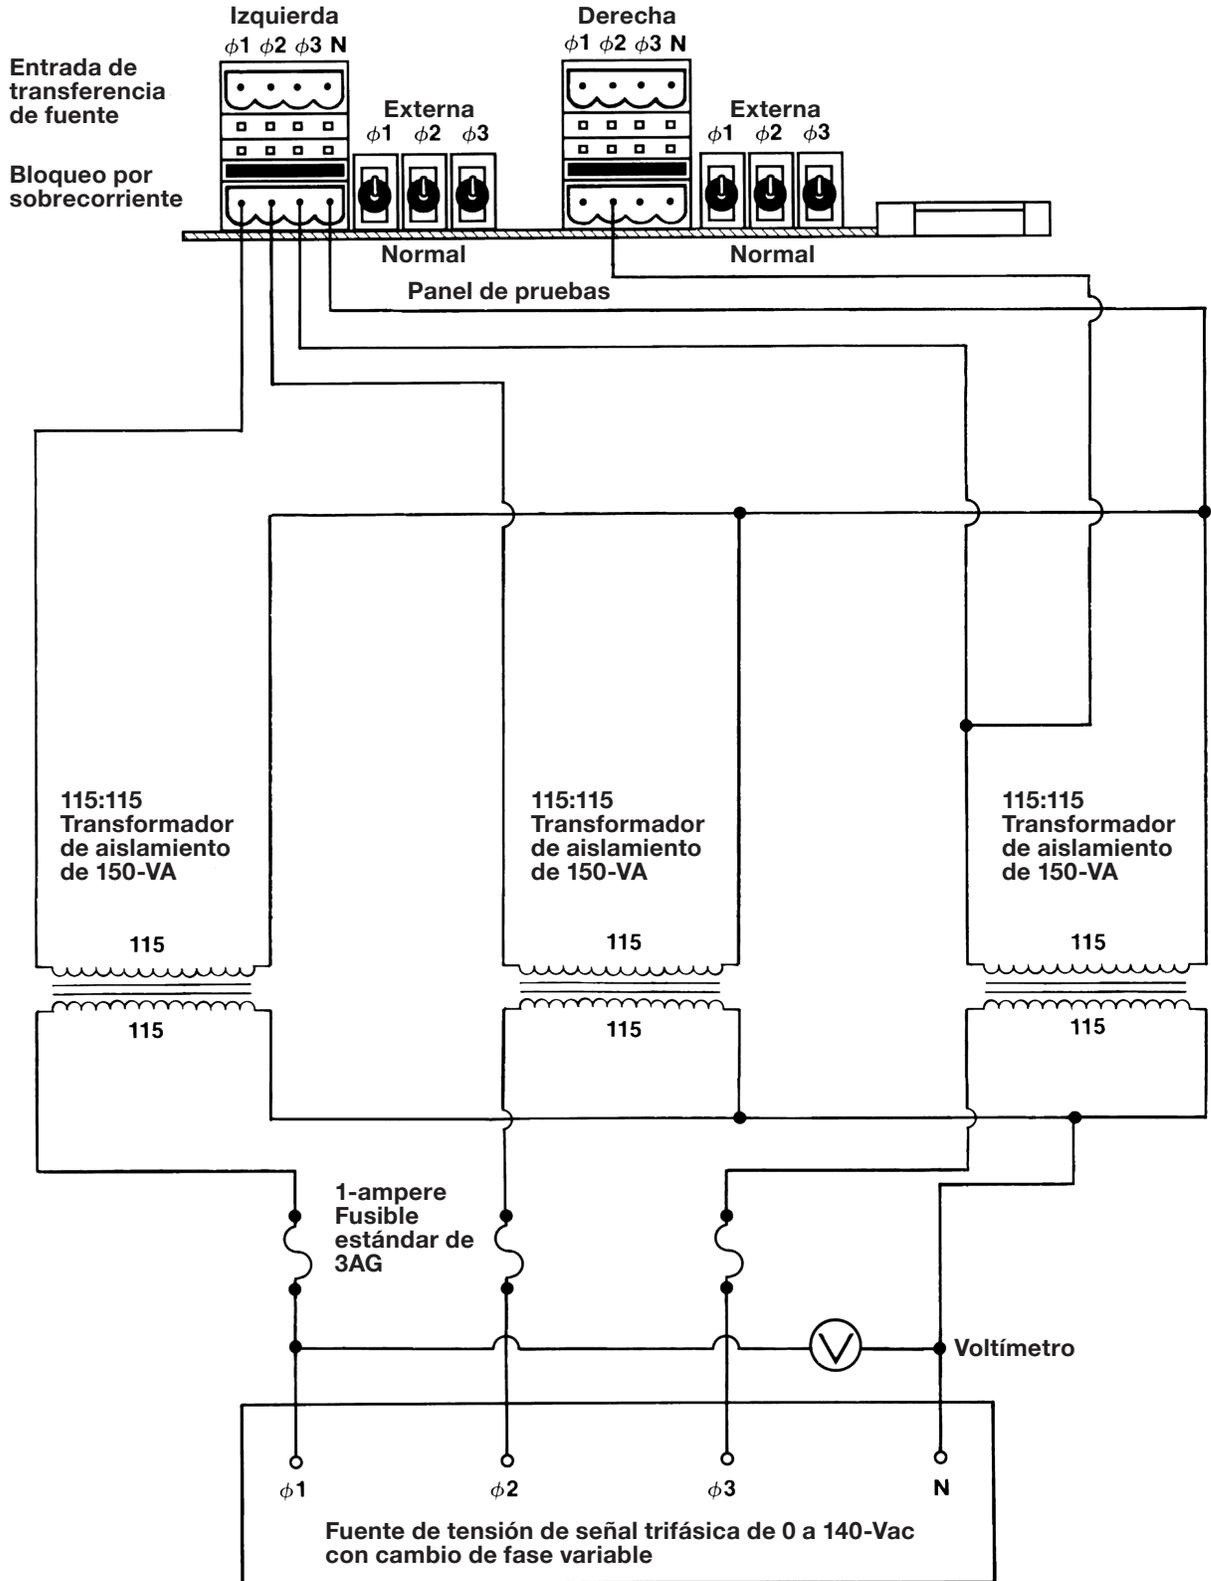

Figura 2. Diagrama de conexión del circuito trifásico de prueba fuente para las aplicaciones en seccionadores tipo metal-enclosed.
Paso 5 Coloque los interruptores selectores de externo/normal del panel de pruebas para que la fuente izquierda y la derecha estén en la posición “EXTERNA”. Ver Figura 2 en la página 7.
Si hay disponible una fuente de señal de tensión trifásica de 0 1 140-voltios, 60-Hz con cambio de fase variable, establezca las conexiones de los circuitos de prueba trifásicos fuente según se indica en la Figura 2 de la página 7.
Paso 17 *En el caso de los seccionadores tipo metal-enclosed que estén equipados con sensores de tensión trifásica: Si se utiliza el circuito de prueba de tensión trifásica que se muestra en la Figura 2 de la página 7, repita los Pasos 12 al 16 para la fase 2 y luego para la fase 3.*
Esta prueba se puede realizar sólo si se utiliza el circuito de prueba de la fuente trifásica que se muestra en la Figura 2 de la página 7. *En caso de que se utilice el circuito de prueba fuente monofásico, continúe con el Paso 24.*